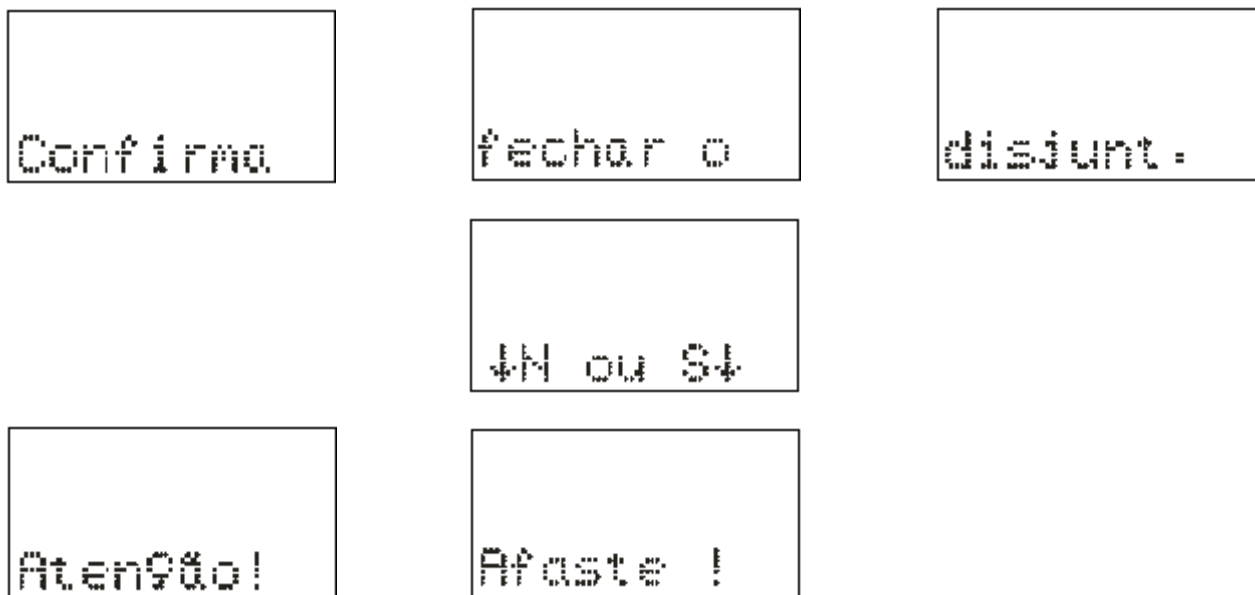
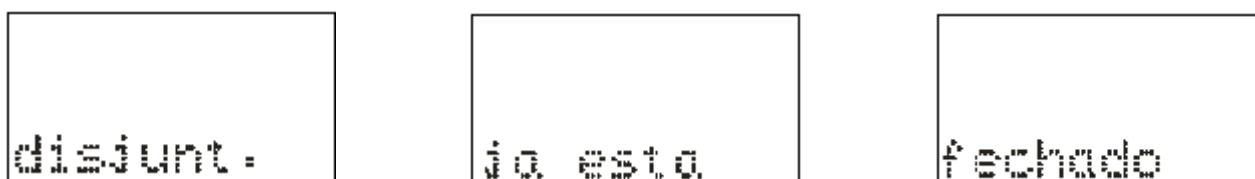

Figura 3.10: Comando local para fechar o disjuntor.
Figura 3.11: Informação da IHM local para disjuntor já fechado.
a) Pressionar a tecla  para realizar comando de ligar o disjuntor. A IHM local sinaliza a operação conforme figura 3.10. Após a confirmação do comando, o relé aguarda aproximadamente o tempo programado no parâmetro TempLD* (Pasta geral do aplicativo) para enviar comando de CLOSE para o disjuntor. Caso o disjuntor já esteja fechado, a IHM local realiza a sinalização mostrada na figura 3.11.